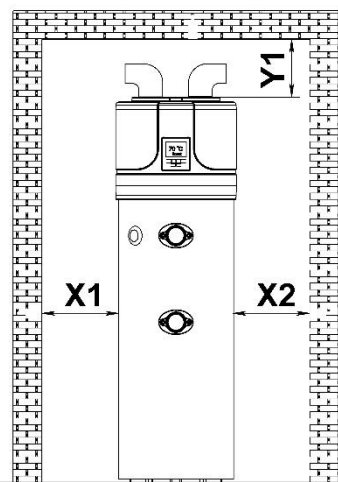

Fig. 4a – Espacio mínimo e instalación sin conductos de aire.
La instalación del aparato debe realizarse en un lugar adecuado que permita el uso y el ajuste normales, el mantenimiento preventivo y de urgencia del aparato. Por lo tanto, es importante proporcionar el espacio de trabajo requerido de acuerdo con las dimensiones mostradas en la FIG. 4a.
- Circulación de aire total en la habitación (Fig. 4a). Esto puede hacer que el aire se enfríe y seque. Si la habitación no está ventilada, la eficiencia del aparato disminuirá. La sala debe tener un área de al menos 20 m³.